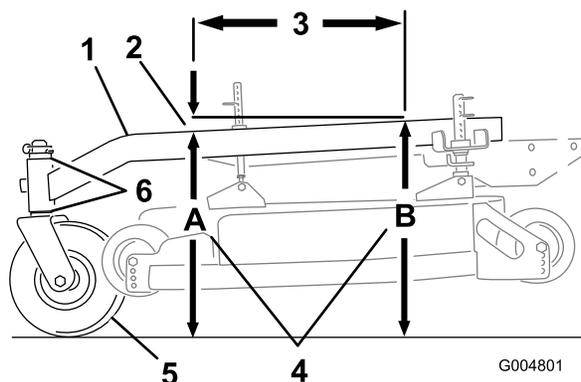

Figure 56
L'inclinaison avant/arrière du bâti porteur doit être comprise entre 3 et 9 mm sur 61 cm de sa longueur (Figure 56).
- Mesurez 61 cm sur le bâti porteur (Figure 56).
- Mesurez la hauteur du bâti porteur au point **A** (Figure 56).
- Mesurez la hauteur du bâti porteur au point **B** (Figure 56).
- La hauteur au point **A** doit être inférieure de 3 à 10 mm par rapport au point **B** (Figure 56).
- Si ce n'est pas le cas, déplacez les entretoises des roues pivotantes de manière à obtenir l'inclinaison voulue de 3 à 10 mm (Figure 56).